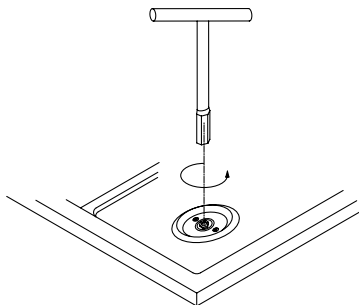

Figure 4
a) *Changement des injecteurs de brûleurs du plan de cuisson (Fig. 4)*